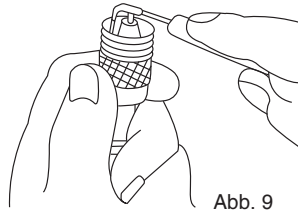

Abb. 9
- Der empfohlene Zündkerzenabstand beträgt 0,5–0,7 mm (siehe Abbildung 9).